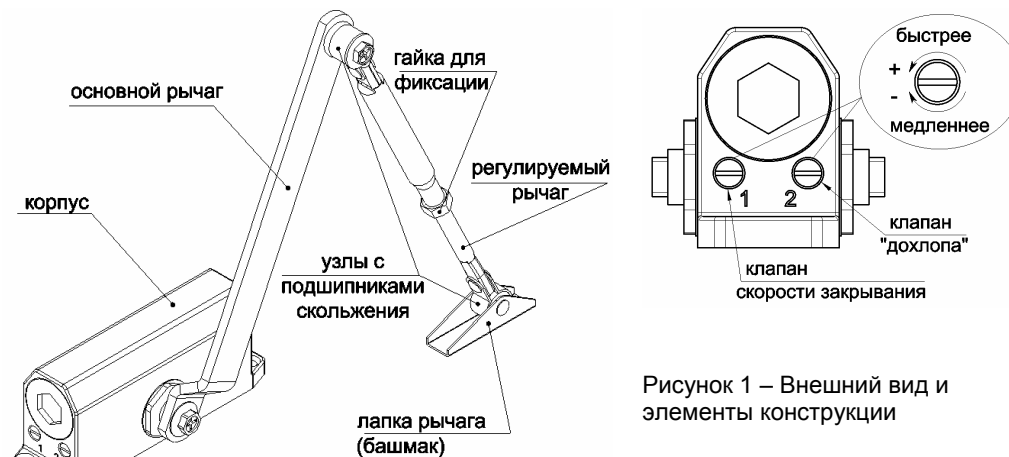
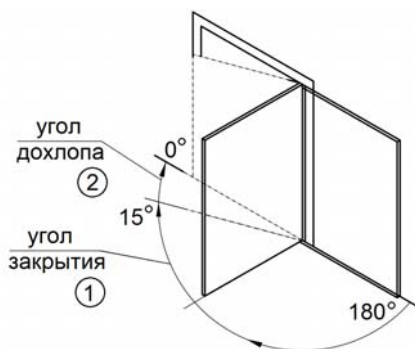

Рисунок 1 – Внешний вид и элементы конструкции
Рисунок 6 – Регулируемые зоны закрытия двери
При открывании двери, через систему складного рычага усилие передается на зубчатое колесо, и через зубчатую рейку, приводит в поступательное движение поршень. Поршень сжимает пружину, в которой накапливается энергия для последующего закрытия двери. Тело доводчика заполнено маслом. При сжатии пружины, масло перетекает через отверстие в поршне в противоположном направлении. Когда дверь закрывается, то масло возвращается по возвратным каналам. Каналы снабжены клапанами, при помощи которых можно регулировать скорость перетекания масла, и соответственно, скорость закрывания двери. **Первый отвечает за регулировку скорости движения** (см. рисунок 1), **второй используется для плотного закрывания двери** – так называемого «дохлопа», - это ускорение движения двери непосредственно перед закрытием, для преодоления сопротивления воздуха, резиновых уплотнителей или защелки замка.
- Сценарий, по которому дверь будет **закрываться** в двух зонах (см. рисунок 6), можно регулировать клапанами 1 и 2 (см. рисунок 1) при помощи отвёртки, соблюдая меры безопасности. Первая – начальная, диапазон которой колеблется в пределах 180-15 градусов. Вторая – конечная, которая приходится на оставшиеся 15-0 градусов. При этом скорость и усилия во второй зоне должны быть немного большими для того, чтобы дверь захлопнулась.